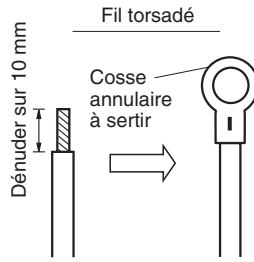
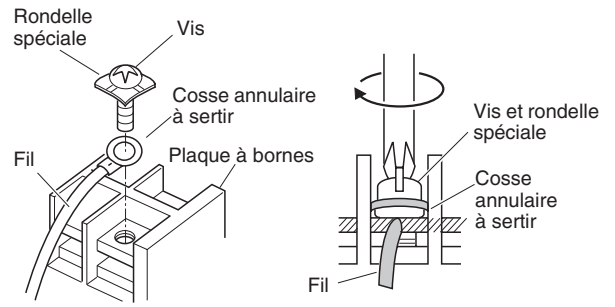

Fig. 4-7
Fig. 4-8
- (1) Couper l'extrémité de câble avec une pince coupante, puis dénuder l'isolant pour exposer le câblage à garniture tressée sur environ 10 mm, et torsader bien les extrémités de câble. (Fig. 4-7)
- (2) En utilisant un tournevis Phillips, enlever la ou les vis de borne situées sur la plaquette de bornes.
- (3) En utilisant une pièce de fixation de connecteur d'anneau ou une tenaille, garnir chaque extrémité de câble dénudée avec une cosse annulaire à sertir.
- (4) Placer la borne à anneau de pression, remplacer et serrer la vis de borne enlevée en utilisant un tournevis. (Fig. 4-8)